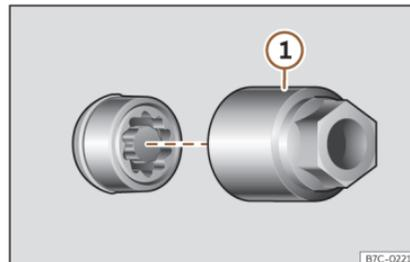

Fig. 40 Tornillo antirrobo de la rueda con capuchón y adaptador.
- Encaje el adaptador especial»» fig. 40 ① (herramienta de a bordo»» pág. 49) en el tornillo antirrobo de la rueda hasta el tope.